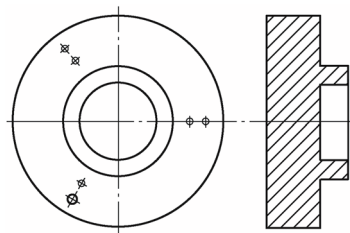

图1 夹具底座
1) 气割一块板料，用车床车削至尺寸，圆板的两面车平整；在一面车出一个台阶，中间车成凹进去形状；然后在钻床上钻出与卡盘卡爪联接的螺栓孔，制成夹具底座，如图1所示。